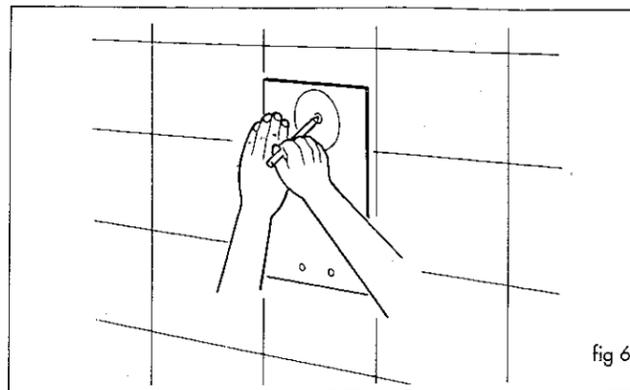

fig 6
- prima di fissare l'apparecchio, praticare un foro nella parete per il passaggio del condotto speciale. Eseguire un foro  $\varnothing 105$  nel muro in corrispondenza dell'allacciamento alla curva concentrica. Per facilitare questa operazione, viene fornita una dima di foratura in cui si trovano indicati nell'esatta posizione il foro destinato al condotto speciale ed i fori atti al fissaggio a parete dell'apparecchio, (fig 6)